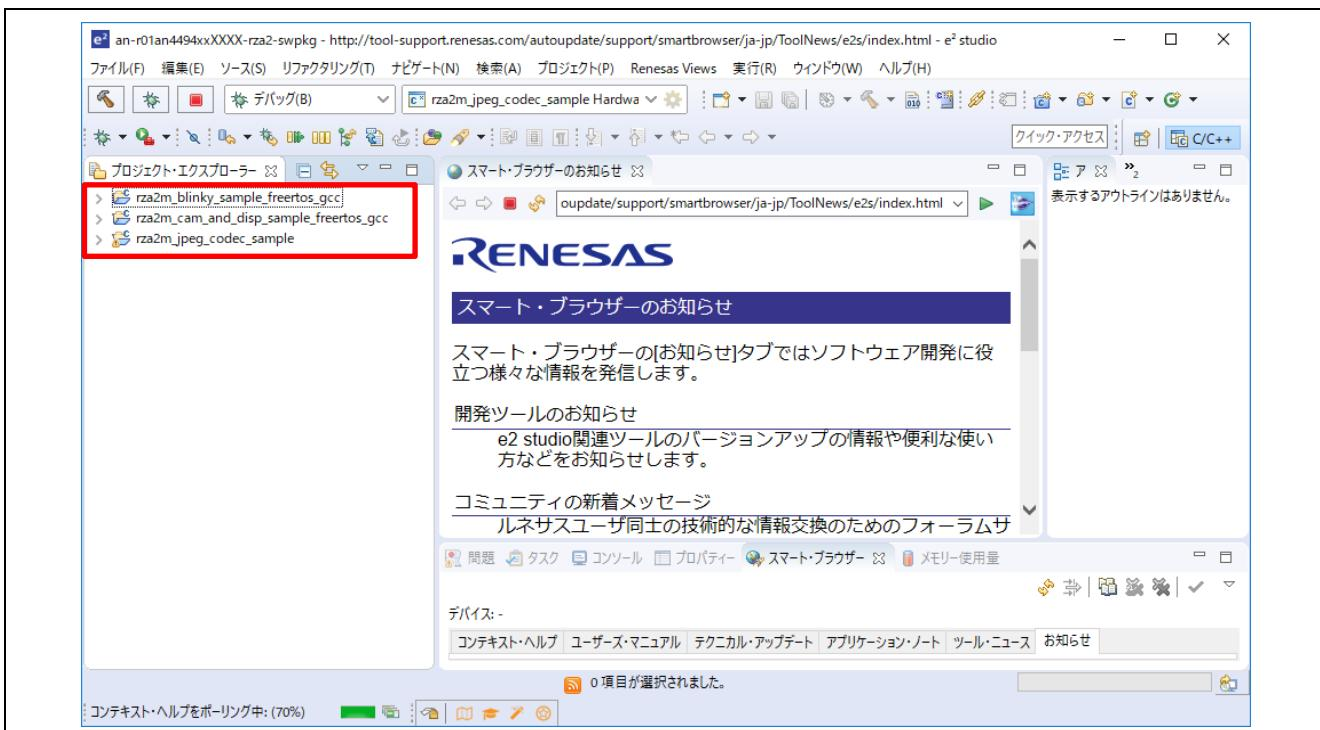

図 3-7 プロジェクトエクスプローラーでの確認
- ターゲットプロジェクトのインポートが完了すると、プロジェクトエクスプローラーで確認することができます(図 3-7)。